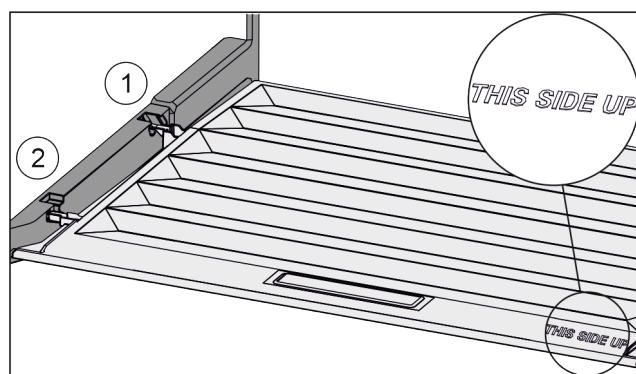

Fig. 54
- ▶ Вставить поперечные ребра крышки через отверстие заднего держателя Fig. 54 (1) и защелкнуть спереди в держателе Fig. 54 (2).